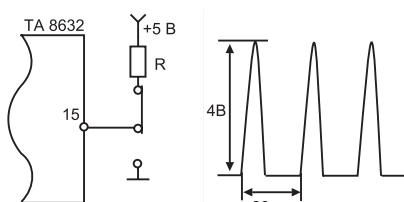

Рис. 1
4. На выв. 15 микросхемы проверяют наличие напряжения 5 В, которое включает канал цветности. Это напряжение коммутируется микропереключателем, положение которого должно быть таким, как показано на рис. 1.